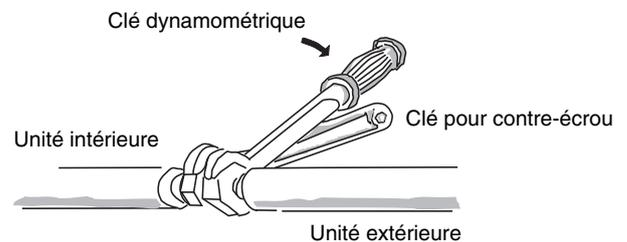

Fig. 7-6
- (1) Raccordez correctement le tube de réfrigérant côté intérieur qui dépasse du mur au tube côté extérieur.
- (2) Serrez les raccords aux couples indiqués dans le tableau ci-contre.
- Lorsque vous déposez les écrous flare des raccords de tube ou lorsque vous les serrez après avoir raccordé le tube, veillez à utiliser 2 clés à molette ou des tricoises comme illustré. (Fig. 7-6) Tout serrage excessif des écrous flare risque d'endommager les dudgeons et provoquer des fuites de réfrigérant susceptibles de blesser ou d'asphyxier les occupants de la pièce.